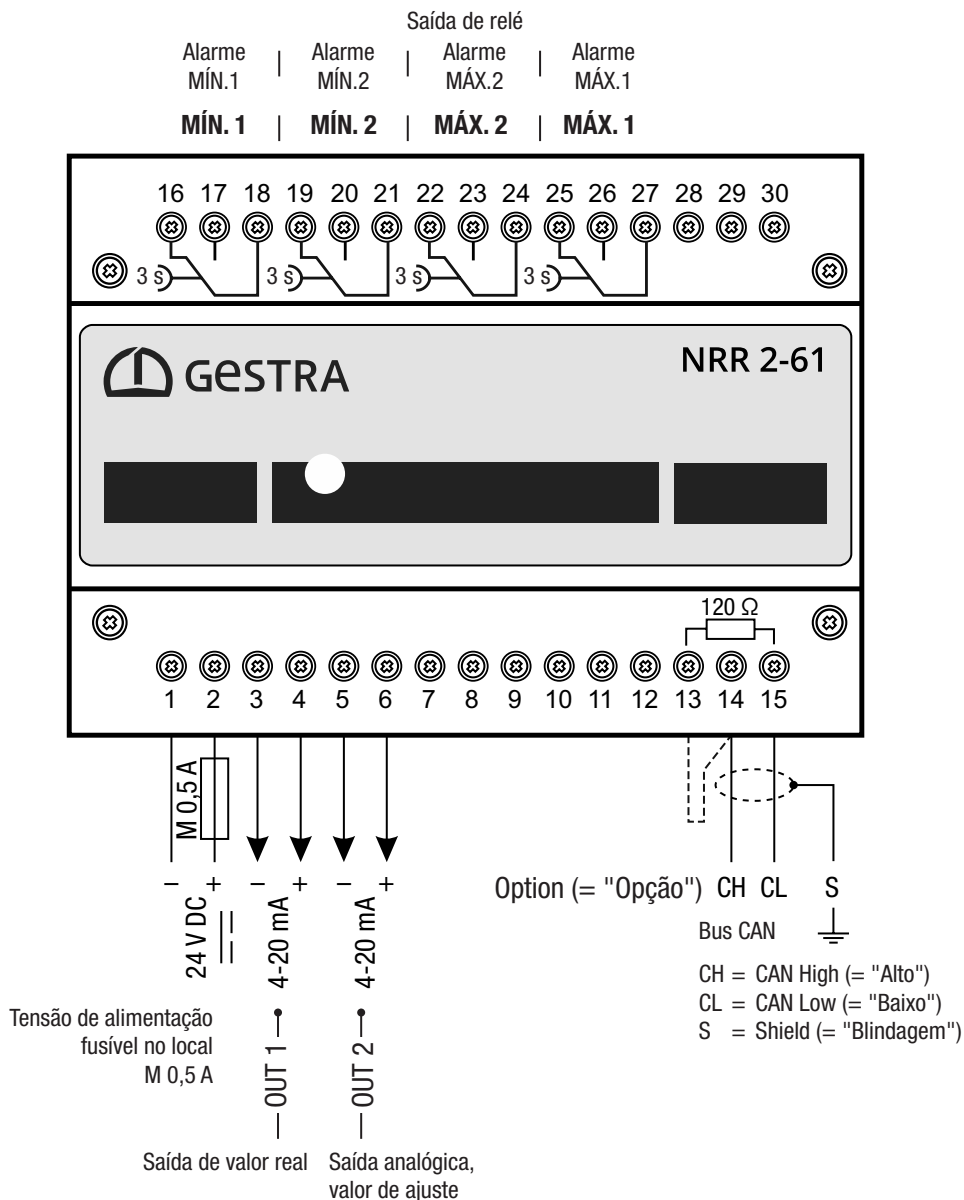
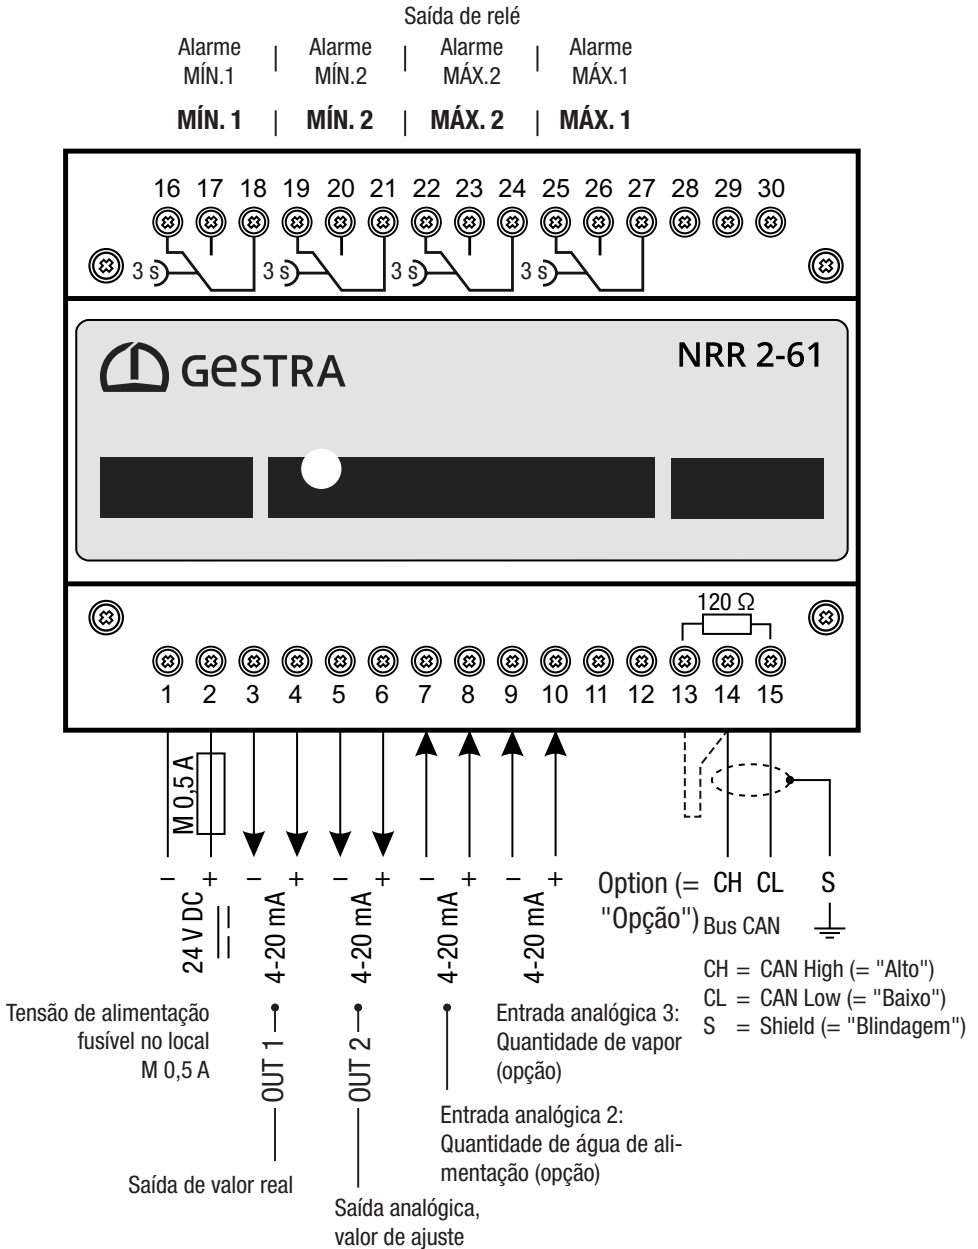

Fig. 7
Fig. 8
- Ligar o regulador de nível e todos os componentes correspondentes de acordo com os esquemas elétricos Fig. 7/Fig. 8 no presente manual.
- Ligar as saídas de acordo com os esquemas elétricos Fig. 7/Fig. 8.